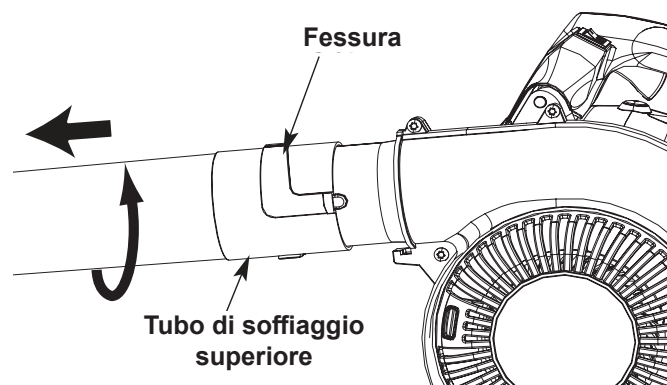

Fig. 3
1. Ruotare il tubo di soffiaggio superiore in senso antiorario finché non si sblocca dall'apertura di uscita dell'aria (Fig. 3).